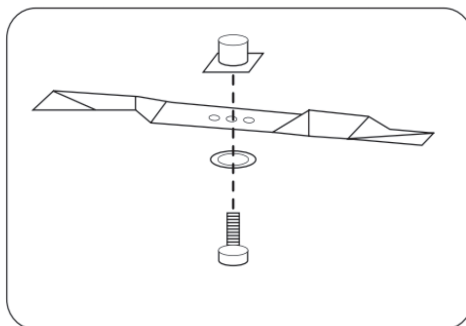

Рис.24
3.Удерживая нож рукой, открутите болт крепления ножа гаечным ключом (в комплект не входит) (рис. 24).